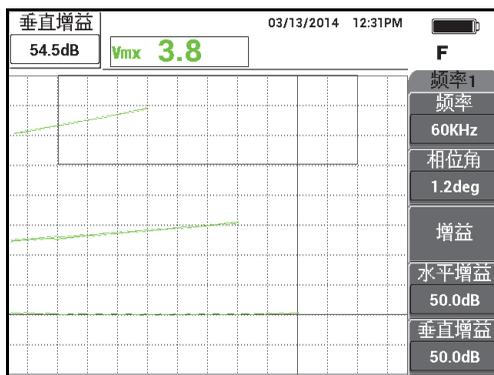

图 5-82 调节垂直增益
- 按三下增益键 (**dB**)，访问**垂直增益**参数，然后增加垂直增益，直到最上面的信号达到屏幕高度的 90% (参见第 173 页的图 5-82)。